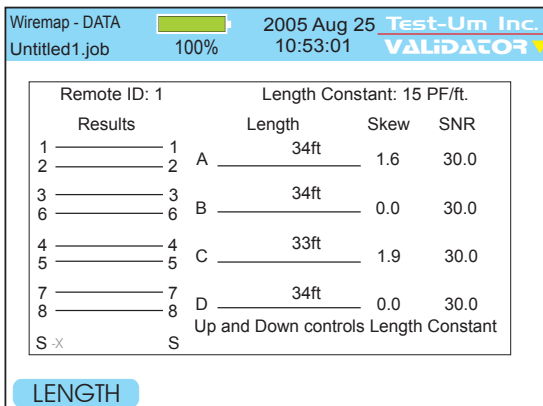

Abbildung 5.5 Manuelle Kabeltests
1. Wählen Sie 'Cable Test' (Kabeltest) aus, um die Testsequenz zu starten. Die Ergebnisse zur Verdrahtung, zur Länge, zum Rauschabstand und zur Laufzeitdifferenz werden angezeigt (Abbildung 5.5).